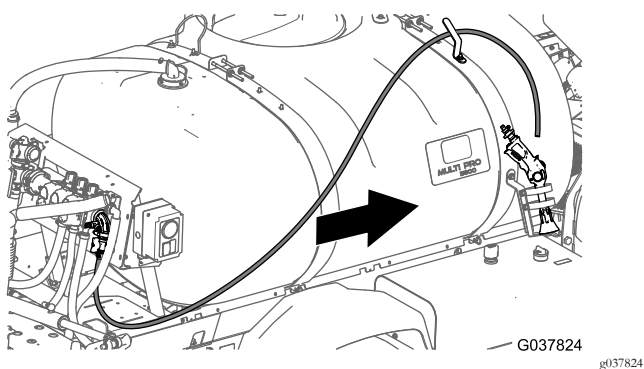

Figura 95
4. Encaminhe o tubo de fornecimento ao longo do depósito do pulverizador em direção do suporte da pistola de pulverização e prenda o tubo à estrutura do depósito com as três braçadeiras (Figura 95).